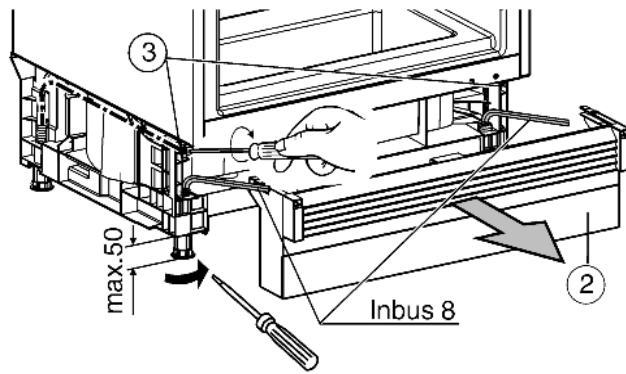

Fig. 12
- ▶ Выравнивание устройства с помощью установочных опор: Выкрутите установочные опоры Fig. 12 (3). Выкрутите передние установочные опоры с помощью отвертки, при прикрученных установочных опорах с помощью торцевого ключа 8 мм. Устройство должно быть немного зажато в нише между полом и рабочей пластиной!